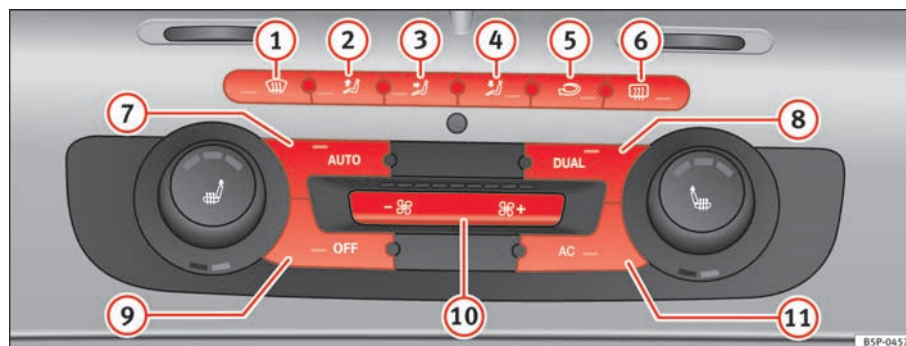

Fig. 111 Mandos del 2C-Climatronic en el tablero de instrumentos
- Gire las rulinas de regulación de temperatura ⇒ página 157, fig. 111 ⑨ ó ⑭ para ajustar la temperatura del lado izquierdo y derecho respectivamente.
- Pulse la tecla  ⇒ página 157, fig. 111. Aparece “AUTO High” en el display de la radio (velocidad de turbina alta).
- Pulse de nuevo la tecla  ⇒ página 157, fig. 111. Aparece “AUTO Low” en el display de la radio (velocidad de turbina baja).